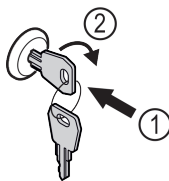

Fig. 173
- Inserire la chiave. Fig. 173 (1)
- Ruotare la chiave di 90° in senso orario. Fig. 173 (2)